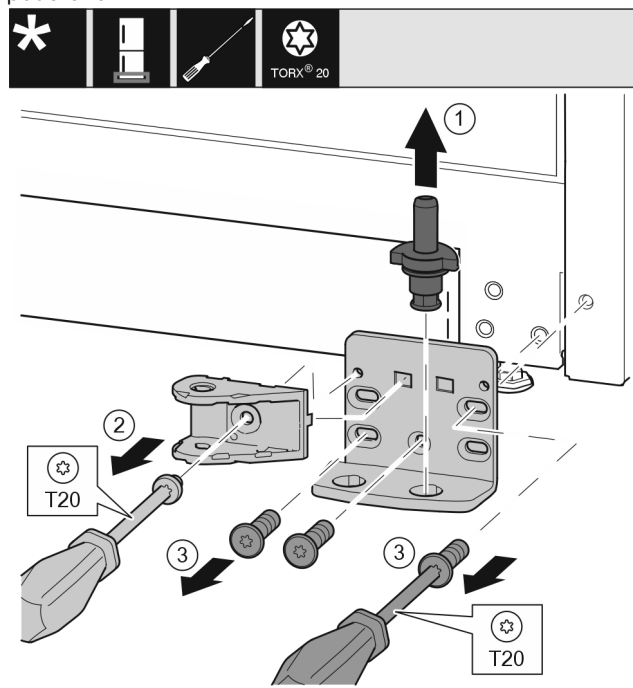

Fig. 43 *
- ▶ Ležajni sornik Fig. 43 (1) v celoti izvlecite v smeri navzgor.*
- ▶ Odvijte vijak Fig. 43 (2) z izvijačem in snemite spoj blažilnika za zapiranje vrat.*
- ▶ Odvijte vijake Fig. 43 (3) z izvijačem in snemite ležajni podstavek.*